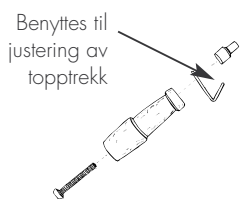

Fig. 7 Montering av betjeningshåndtak.
7. Monter betjeningshåndtaket som vist på fig. 7.